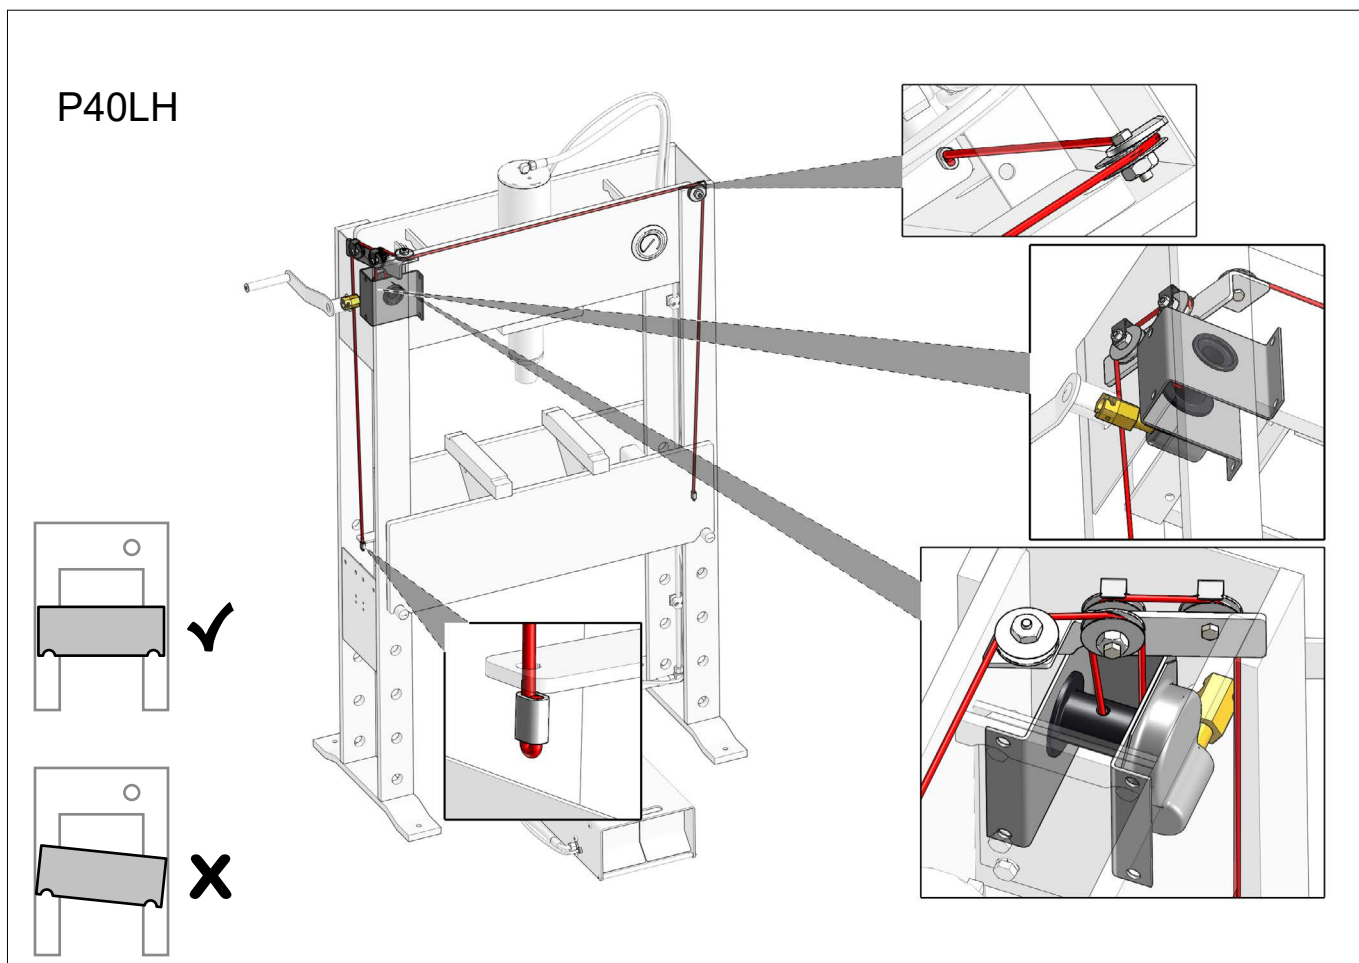

Fig.32
- Spilletets wire og wizens fastgørelse (Fig.32)
**(GB) Safety Inspection**
- Winch and wire for wear and tear (Fig.32)
**(DE) Sicherheitsinspektion**
- Winde und Draht für Verschleiß (Fig.32)
**(FR) Inspection de sécurité**
- Treuil et fil pour l'usure (Fig.32)
**(SE) Säkerhetsunderhåll**
- Vinsch och tråd för slitage (Fig.32)
**(FI) Turvatarkastukset**
- Vinssi ja lanka kulumista varten (Fig.32)
- Lier en draad op slijtage (Fig.32)
- Compruebe que el polipasto y su cable no presenten daños (Fig.32)
- Лебедка и трос на износ (Fig.32)
- Verricello e filo per usura (Fig.32)